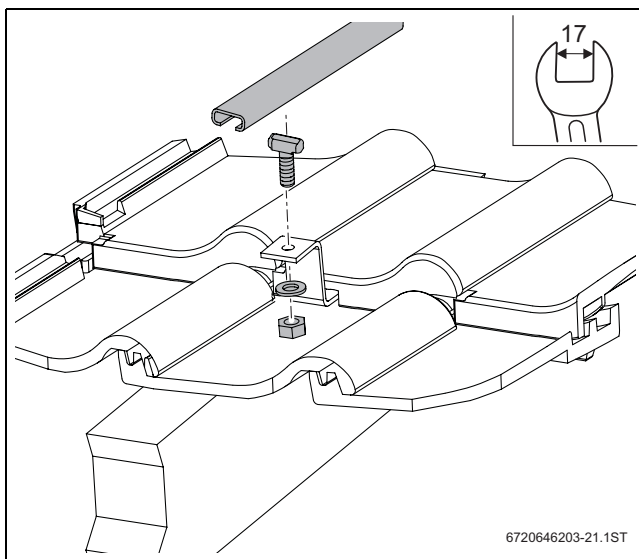

Bild 26 Schienen an Haltebügel montieren
- Schienen oben und unten auf Haltebügel legen und mit Hammerkopfschrauben verschrauben (→ Bild 26). Schlüssel SW17 verwenden.